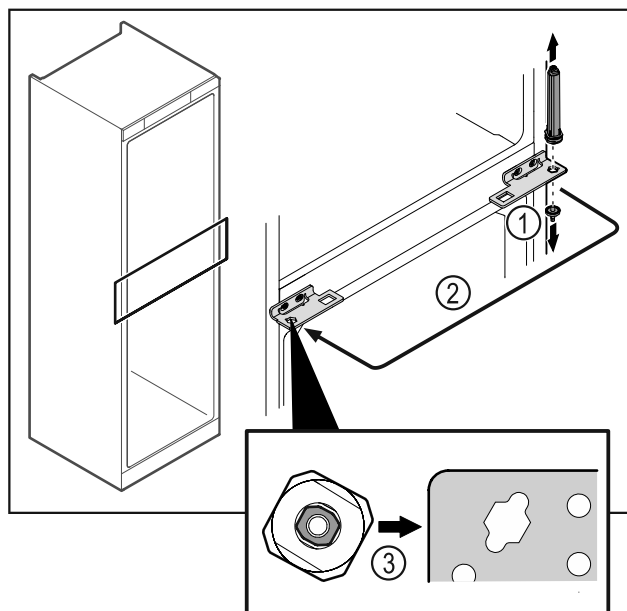

Fig. 48
- 拧下合页螺栓 Fig. 48 (1)。
- 调换关门系统 Fig. 48 (2)。
- 装入时，请留意关门系统 Fig. 48 (3) 是否正确对齐。